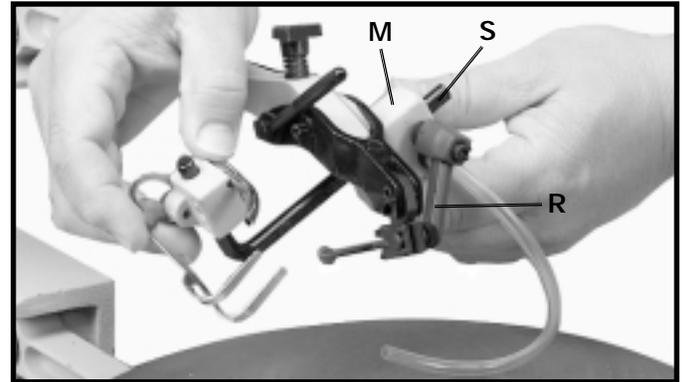

Fig. 12
10. Pivotez le support (M), pour le mettre à la position illustrée à la figure 12. Desserrez la manette de verrouillage (R) et insérez la tige de retenue (S) dans le trou du support (M), comme l'illustre la figure.